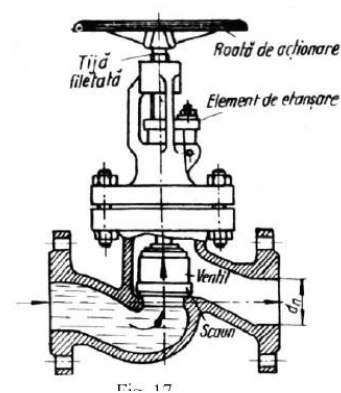

Fig 17
- deplasari de reglaj (fig 17) ;